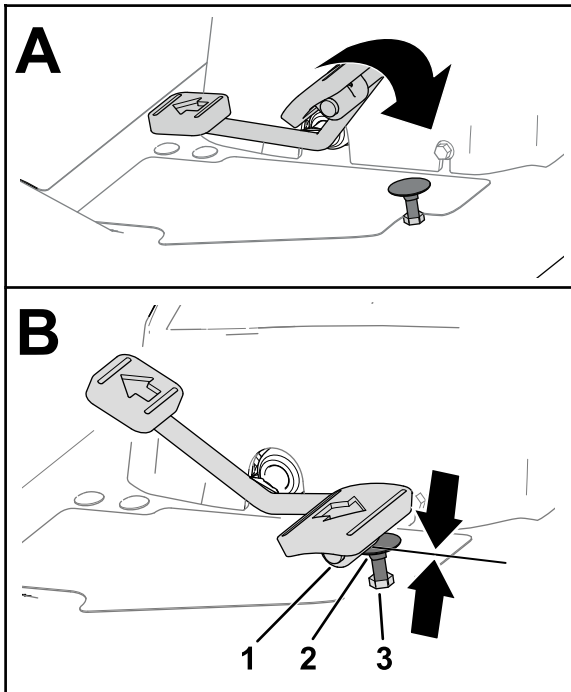
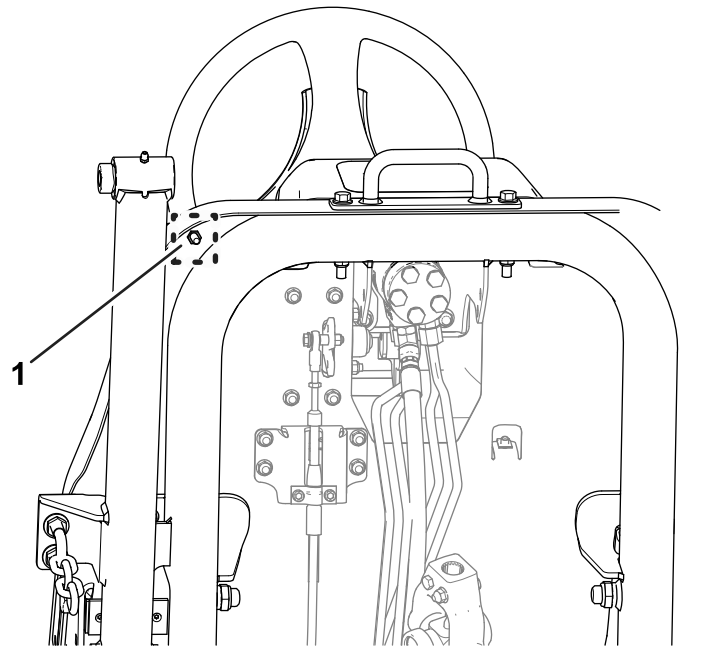

Figura 77
Figura 78
1. Mueva el pedal de tracción hacia adelante del todo (Figura 77).
- A. Sujete el tope del pedal de tracción (Figura 77) con una llave inglesa.
- B. Afloje la contratuerca de la parte inferior de la chapa del reposapiés (Figura 78).
- C. Mueva el pedal de tracción en la posición de velocidad máxima hacia adelante (Figura 77).
- D. Mientras sujeta el tope del pedal de tracción, ajuste la contratuerca situada encima de la chapa del reposapiés (Figura 77) hasta que el pedal de tracción entre en contacto con el tope.
- F. Mientras sujeta el tope del pedal de tracción, apriete la contratuerca situada debajo de la chapa del reposapiés (Figura 77 y Figura 78) a 37 – 45 N·m (27 – 33 pies-libra).